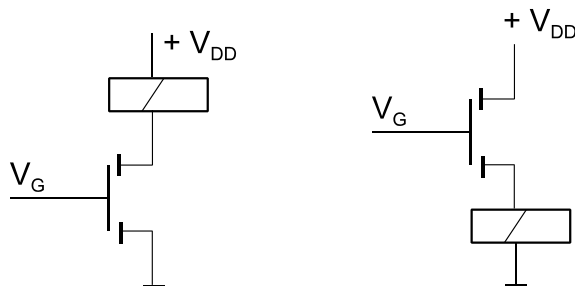

Abb. 1
6. Abb. 1 zeigt zwei Schaltstufen, die ein Relais ansteuern. Zeichnen Sie jeweils ein, welche Polarität die Abschaltspannungsspitze hat und wie eine Freilaufdiode angeschlossen werden muß. *(10 Punkte)*